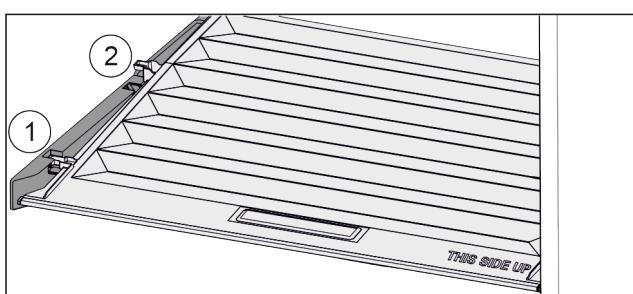

Fig. 54
- Потянуть крышку до отверстия в поддерживающих деталях вперед Fig. 54 (1).
- Поднять сзади снизу и извлечь Fig. 54 (2) движением верх.